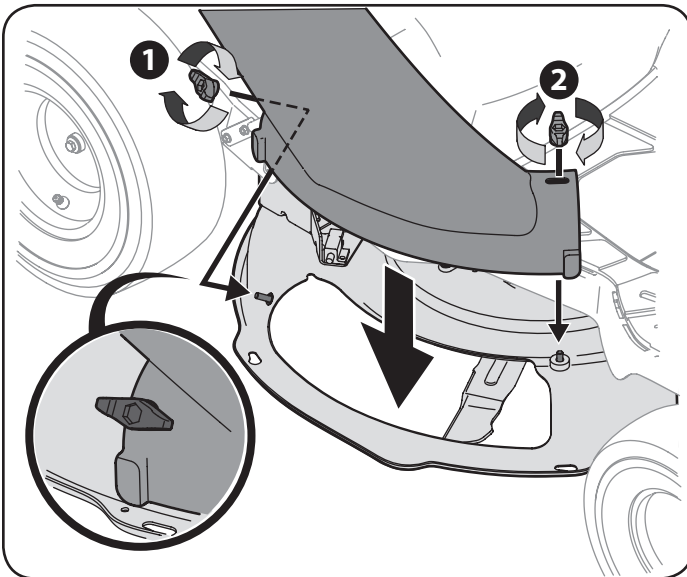

Figure 9
9. Montez le tube de la goulotte du dispositif d'ensilage sur le plateau de coupe du tracteur en abaissant le tube de glissière au-dessus des boulons de fixation du plateau de coupe, comme illustré à la Figure 9.
10. Fixez le boulon de fixation arrière avec un écrou à oreilles (1), puis le boulon de fixation avant avec un autre écrou à oreilles, 2/2-2 comme illustré à la Figure 9.